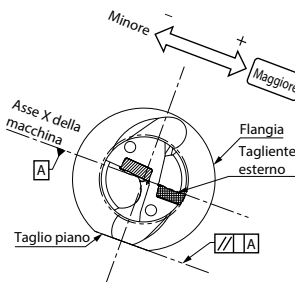
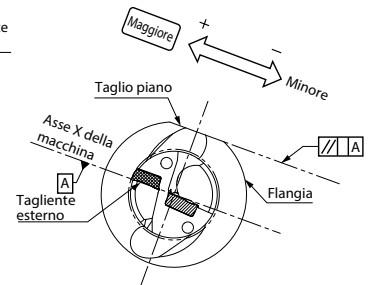

Fig. 2 Inserto esterno rivolto verso l'alto
Fig. 3 Inserto esterno rivolto verso il basso
2. Per aumentare il diametro del foro, far scorrere l'utensile lungo l'asse X verso il lato dell'inserto esterno. (Fig. 2, Fig. 3)